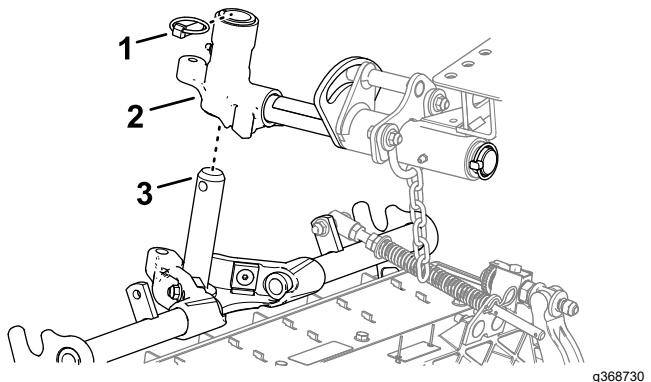

Рисунок 26
- Подведите режущий блок под подъемный рычаг (Рисунок 26).